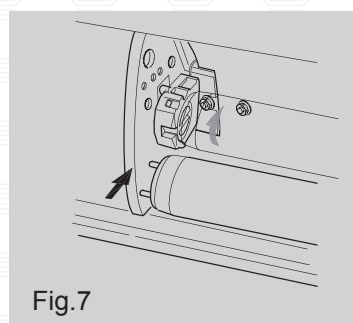

Fig.7
5. Inserire quindi i terminali della lampada fluorescente nella fessura dei portalampada, e ruotarla sul proprio asse di circa 90° per il completo aggancio (fig. 7); operare in modo analogo nella versione bilampada.
5. Then, insert the terminals of the fluorescent lamp in the slot of the lamp-holders, and turn it about 90° on its own axis to complete the connection (fig. 7); do likewise for the double-lamp version.